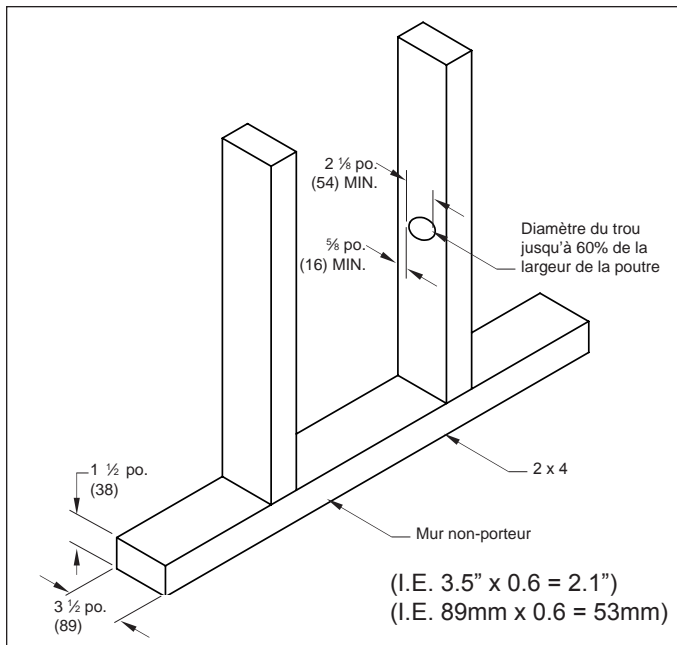

FIG. 4-8 TROUS FORÉS DANS DES MURS NON-ORTEURS
- Lorsque les trous doivent être aménagés dans une poutre non-portante de la structure d'un mur, le diamètre de ceux-ci ne peuvent excéder 60 pourcent de la largeur de la poutre (Voir **FIG. 4-8**).